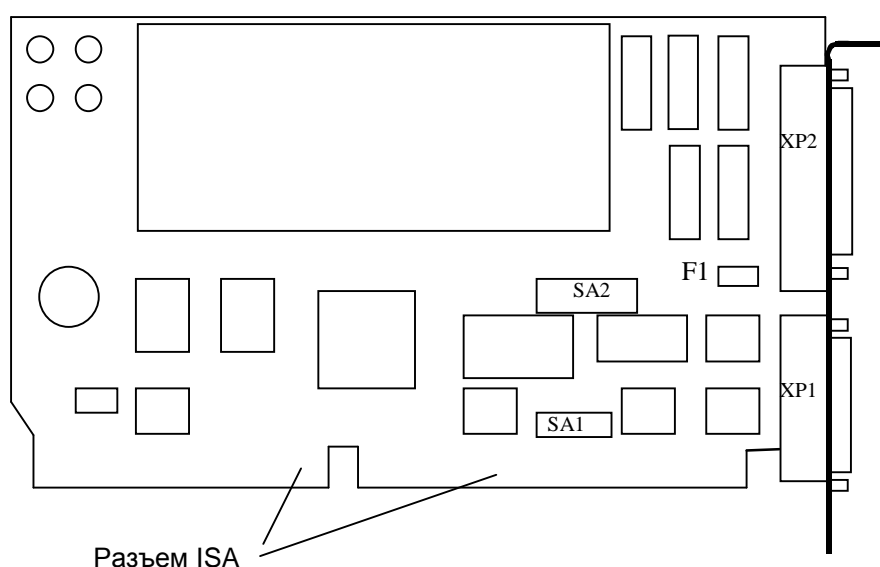

Рис. 7. 1
7.1.1. Расположение разъемов (XP1 и XP2) и переключателей (SA1, SA2) показано на рисунке (Рис. 7. 1).